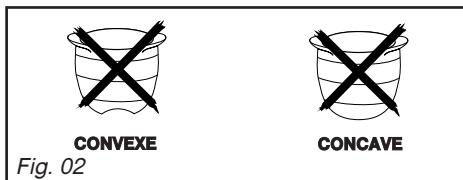

Fig. 02
– N'utilisez pas de récipient à fond concave ou convexe sans le support adéquat (Fig. 02).